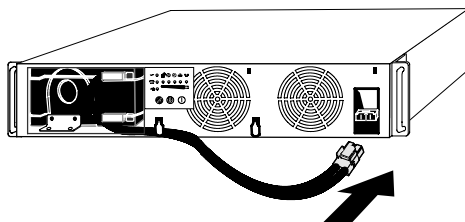

Figura 2. Collegamento del Connettore della Batteria Interna
3. Collegare il connettore della batteria interna (vedere la Figura 2).